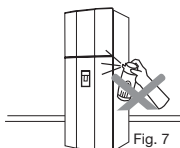

Fig. 7
- No utilice aerosoles inflamables o combustibles cerca del refrigerador, pueden ocasionar explosión o riesgo de incendio. Ver Fig 7.